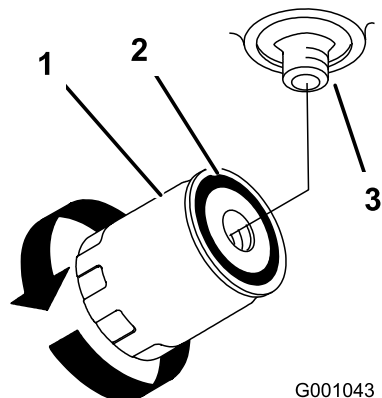

Figure 57
4. Appliquez une fine couche d'huile propre sur le joint en caoutchouc du filtre de rechange (Figure 57).
6. Remplissez le réservoir hydraulique jusqu'à ce que le liquide déborde du filtre. Tournez alors le filtre à huile dans le sens horaire jusqu'à ce que le joint en caoutchouc vienne toucher l'adaptateur du filtre. Serrez ensuite le filtre de 1/2 tour supplémentaire (Figure 57).